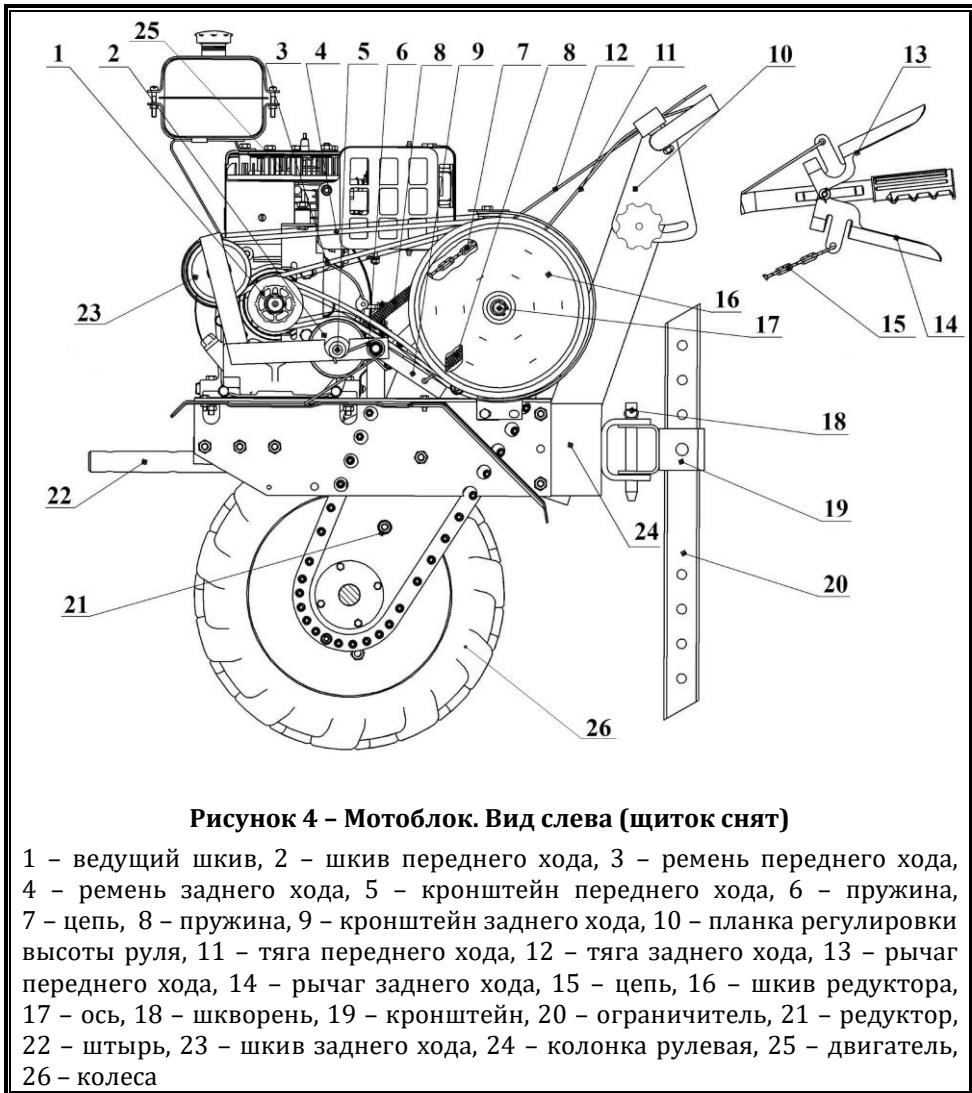
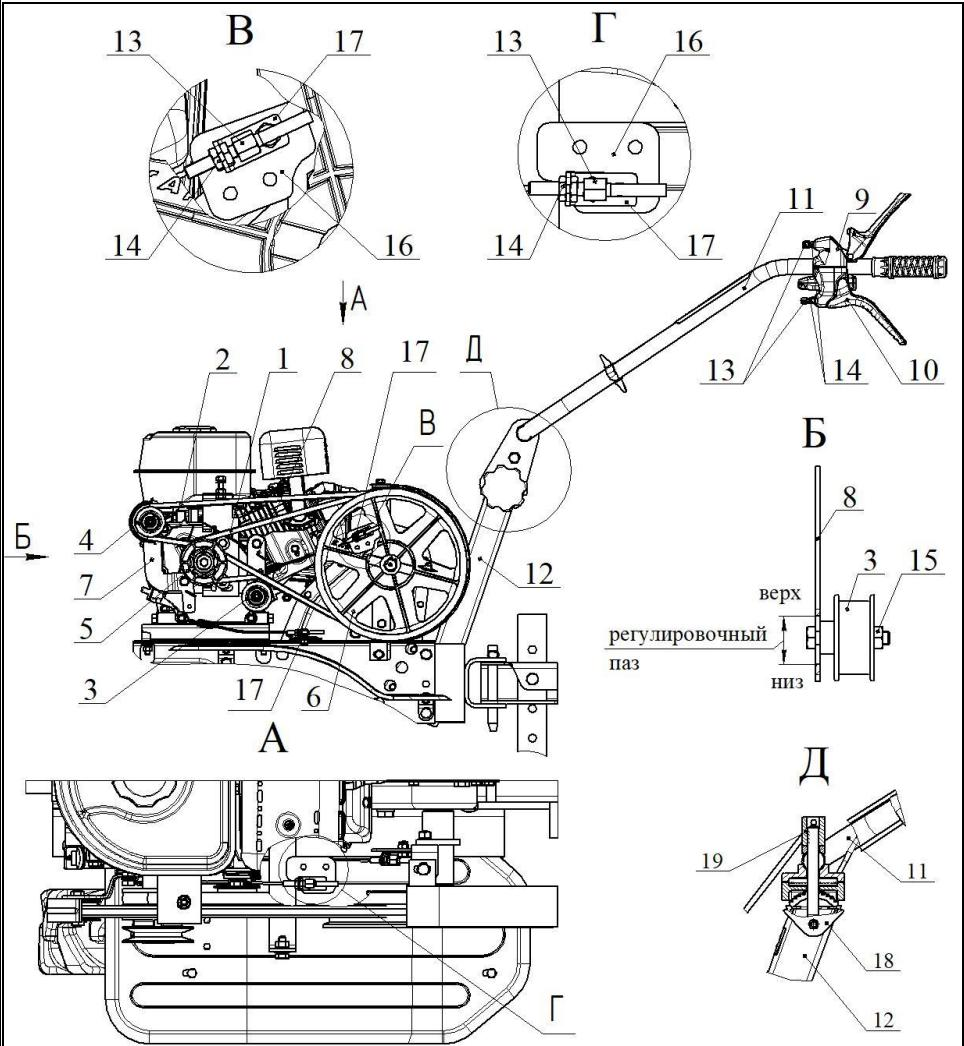

Рисунок 4 – Мотоблок. Вид слева (щиток снят)
Рисунок 5 – Мотоблок МБ-1Д2(3)М
5.3.1 На мотоблоке МБ-1Д1М (рисунок 4) и его модификациях сцепление состоит из: двух ремней 3 и 4, шкива переднего хода 2, шкива заднего хода 23, ведущего шкива 1, шкива редуктора 16, тяг 11 и 12, цепей 7 и 15, пружин 6 и 8, рычага переднего хода 13 и рычага заднего хода 14.
5.3.2 На мотоблоках МБ-1Д2(3)М (рисунок 5) и их модификациях сцепление состоит из: ремня переднего хода 1, ремня заднего хода 2, натяжного ролика переднего хода 3, натяжного ролика заднего хода 4, ведущего шкива 5, шкива редуктора 6, ручки переднего хода с тросом 9, ручки заднего хода с тросом 10.
5.4.1.2 На мотоблоке МБ-1Д3М и его модификациях руль 11 (рисунок 5 вид Д) представляет собой круглую гнутую трубу с зубчатым сектором, приваренным посередине нижней части руля, распоркой посередине и рычагами управления по концам. Руль через промежуточное звено зубчатым сектором садится на зубчатый сектор рулевой колонки и стягивается специальной гайкой с ручкой 19.
5.4.2.2 На мотоблоке МБ-1ДЗМ и его модификациях, в отличие от мотоблоков МБ-1Д1(2)М, в колонке рулевой 12 (рисунок 5 вид Д) к верхней части трубы для крепления руля приварен зубчатый сектор 18.
Штырь 22 (рисунок 4) установите в горизонтальное положение и зафиксируйте крепежом. При упаковке штырь опускается вниз, а крепёж устанавливается на место крепления штыря. Установите крылья 17 (рисунок 5) на мотоблок, прикрепив их к кронштейнам 18. Установите акселератор на руль (рисунок 7).
- 1) один конец тяги 11 (рисунок 4) присоедините к рычагу 13 переднего хода, а второй с помощью цепи 7 – к пружине 6;
6.1.4.1 Ослабьте гайку специальную 19 (рисунок 5 вид Д), разверните руль в рабочее положение, отрегулируйте под свой рост и зафиксируйте его с помощью гайки 19.
- с помощью болта 13 и гайки 14 на ручке переднего хода мотоблока 9 (рисунок 5). Сначала необходимо ослабить гайку 14, а затем, выкручивая (натягивая ремень) или закручивая (ослабляя ремень) регулировочный болт 13, добиться необходимого натяжения ремня. По окончании регулировки затянуть гайку 14.
- аналогично провести регулировку натяжения ремня в месте фиксации приводного троса переднего хода в упоре 17 (рисунок 5 вид В) или переместить упор фиксации приводного троса 17 в другое отверстие планки 16.
- ослабить гайку 15 (рисунок 5 вид Б) и, перемещая натяжной ролик переднего хода 3 в регулировочном пазу рычага 8, выставить необходимое натяжение ремня. После регулировки затянуть гайку 15.
После окончания регулировки проверить натяжение ремня прокручиванием шкива редуктора 6 (рисунок 5) от руки. Шкив должен прокручиваться свободно, без заеданий.
- с помощью болта 13 и гайки 14 на ручке заднего хода мотоблока 10 (рисунок 5). Сначала необходимо ослабить гайку 14, а затем, выкручивая (натягивая ремень) или закручивая (ослабляя ремень) регулировочный болт 13, добиться необходимого натяжения ремня. По окончании регулировки затянуть гайку 14.
- аналогично провести регулировку натяжения ремня в месте фиксации приводного троса заднего хода в упоре 17 (рисунок 5 вид Г) или переместить упор фиксации приводного троса 17 в другое отверстие планки 16.